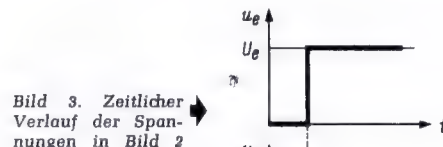
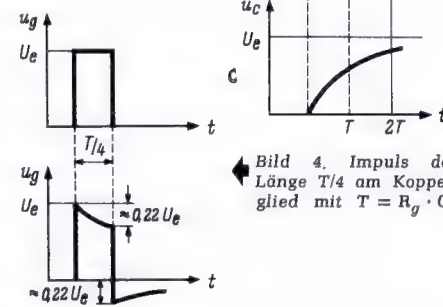
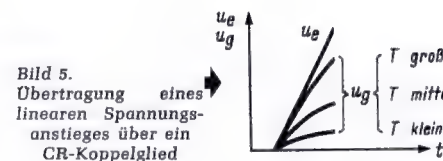
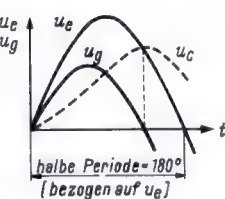

Bild 3. Zeitlicher Verlauf der Spannungen in Bild 2
Bild 4. Impuls der Länge $T/4$ am Koppelglied mit $T = R_g \cdot C_g$
Bild 5. Übertragung eines linearen Spannungsanstieges über ein CR-Koppelglied
Bild 6. Übertragung eines sinusförmigen Anstieges über ein CR-Koppelglied
An die gleiche Verstärkerstufe legen wir nun einen Impuls, d. h. einen kurzen Spannungsstoß, dessen Dauer ein Viertel der Länge der Zeitkonstante des verwendeten Koppelgliedes betragen soll (Bild 4). Die Gitterspannung ist am Ende des Impulses um etwa 22 % abgesunken. Dann kommt die hintere Flanke des Eingangsimpulses, die das Gitter zunächst um die volle Größe U_e negativer macht. Die Gitterspannung liegt direkt nach dem Rückflankensprung der Eingangsspannung um den gleichen Spannungsbetrag unter der Nulllinie, wie vorher der Abfall des Impuls„daches“ ausgemacht hatte, hier also um etwa 22 % der Maximalspannung! Diese vor dem Koppelglied gar nicht vorhandene negative Spannung geht nach der gleichen Gesetzmäßigkeit gegen Null wie die positive Impulsspannung im Bild 3; d. h. nach der Zeit von $5T$ ist die Gitterspannung auf $1/100$ ihres Maximalwertes abgesunken. Das wäre in diesem Fall eine negative Spannung von der Größe $0,01 \cdot 0,22 \cdot U_e$.
Bild 5 zeigt nun eine Eingangsspannung, die nicht sprungartig, sondern linear ansteigt. Die unverfälschte Übertragung des Sprunges in Bild 4 ergab sich deshalb, weil in der unendlich kurzen Sprungzeit der Kondensator noch keine Ladung aufnehmen konnte. Anders jetzt. Während der Dauer des Anstieges kann hier bereits eine gewisse Aufladung erfolgen. Nach Gleichung (5), die wir jetzt wegen der veränderlichen Eingangsspannung schreiben
Bild 6 zeigt eine im Nulldurchgang beginnende Sinusspannung. Der Beginn der Kurve ist annähernd linear. Hier wird also die u_g -Kurve etwa so verlaufen wie bei Bild 5. Dann jedoch geht u_e in einen flachen, im Scheitelpunkt sogar waagerechten Teil über (Bereich 2). Irgendwo in diesem Bereich – und zwar bevor u_e ihren Scheitelwert erreicht hat – wird die Spannung am Kondensator infolge Aufladung ebensoviel zunehmen wie u_g ; das bedeutete für u_g , daß diese ihren Maximalwert hat und von hier an wieder kleiner wird.